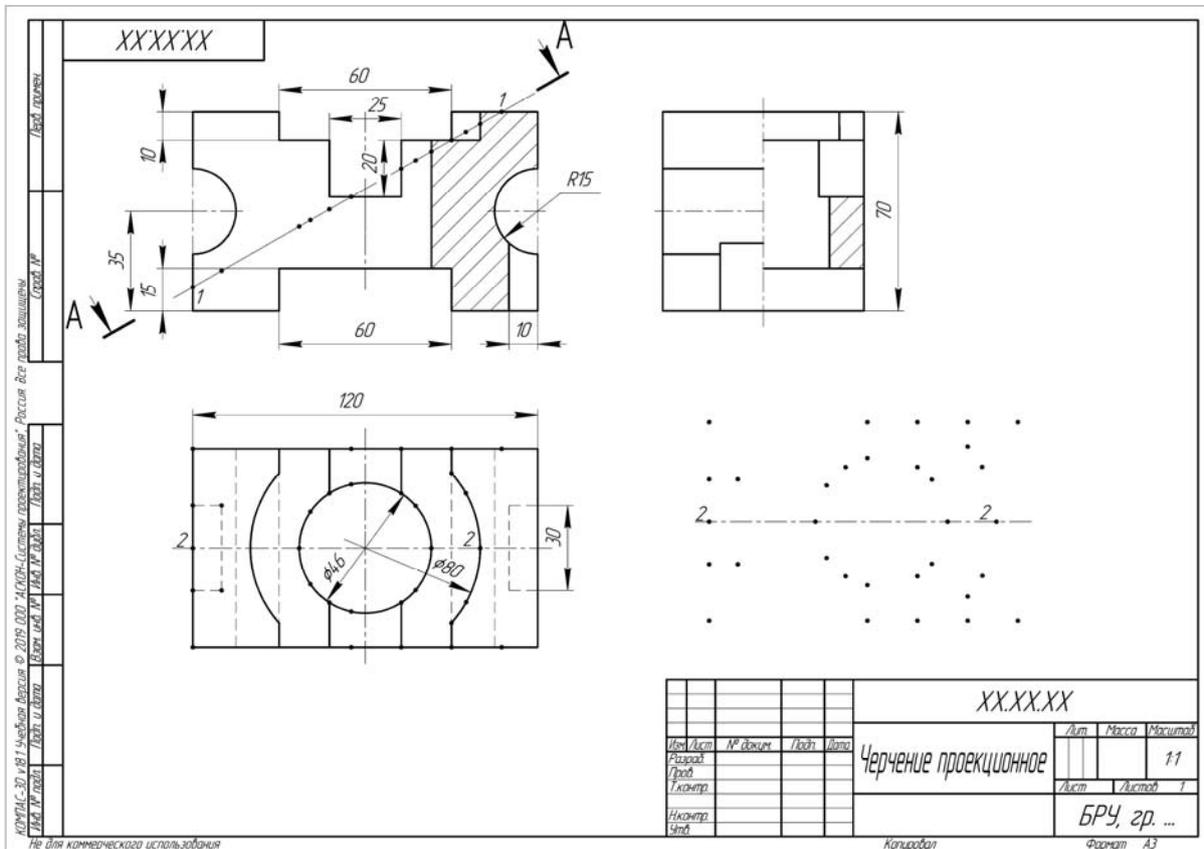

Рисунок 4.2 – Нахождение точек и расстояний 1-1 и 2-2, принадлежащих сечению
4) построить на виде сверху точки, принадлежащие сечению, и скопировать их на свободное поле чертежа над основной надписью (см. рисунок 4.2);
5) с помощью команд **Измерение / Расстояние между двумя точками** измерить расстояние 1–1 и 2–2 на главном виде и виде сверху (рисунок 4.2);